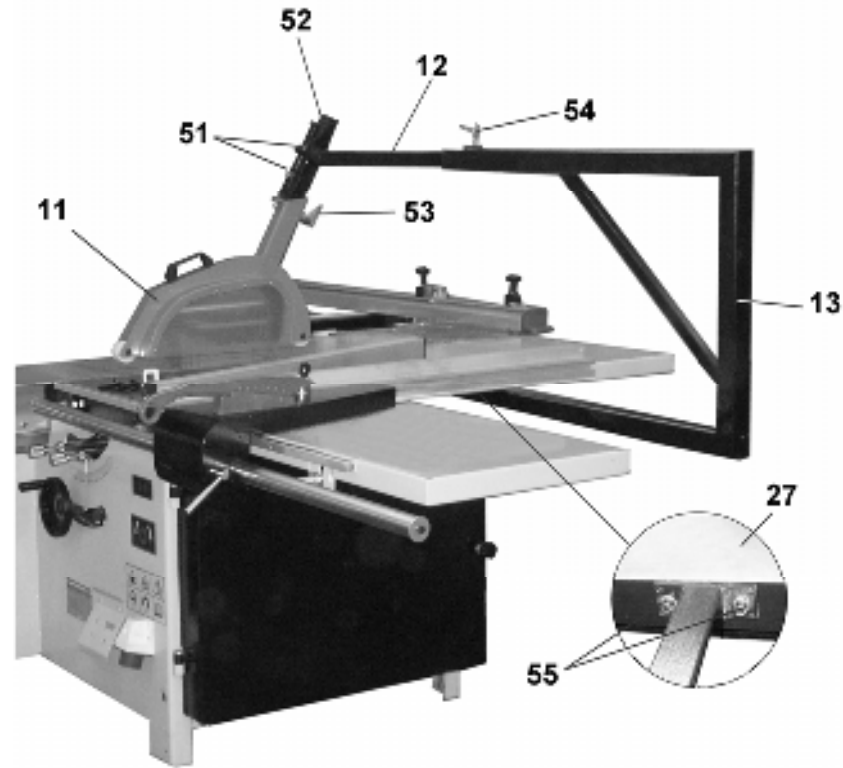

Рис.13
8.5. Установка защитного кожуха пильного диска, Рис. 13, 14
8.5.1. Как показано на Рис.13, установите и болтами (55) закрепите на торце рабочего стола (27) кронштейн (13) защитного кожуха (11).